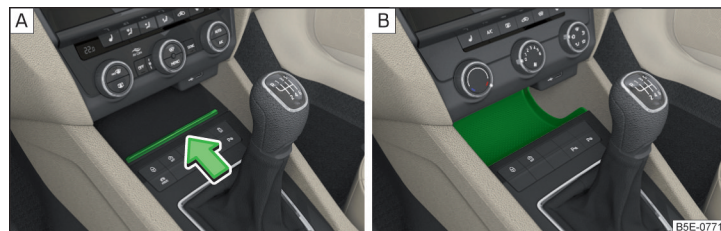

Fig. 95 Abrir compartimento guardaobjetos / Compartimento guardaobjetos no cerradero
- » Para **abrir**, presionar sobre la regleta en el sentido de la flecha » fig. 95 - **A**.
Determinadas versiones de modelo no disponen de ninguna tapa del compartimento guardaobjetos » fig. 95 - **B**.